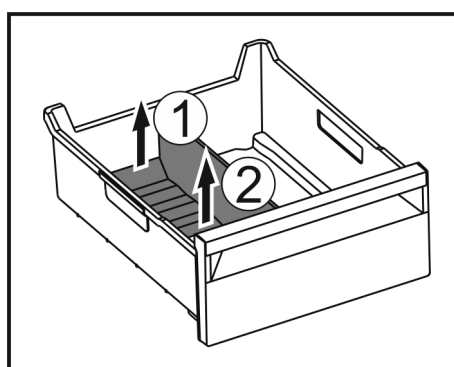

Fig. 173
- Løft den bageste den af frostrumsadskilleren. Fig. 173 (1)
- Tag frostrumsadskilleren op og ud. Fig. 173 (2)